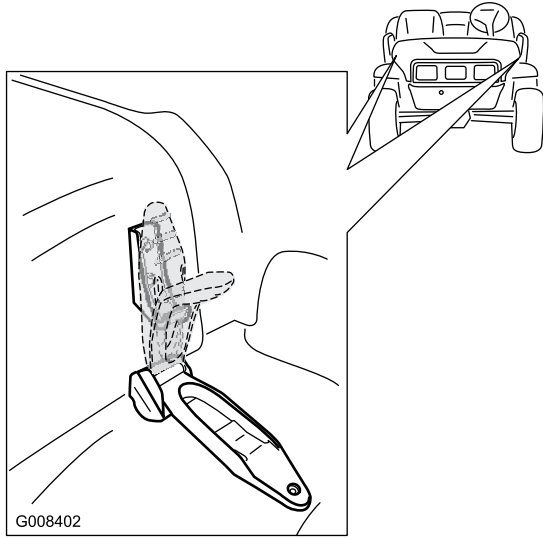

Figura 25
1. Para abrir el capó, suelte los enganches de cada lado del capó (Figura 25).